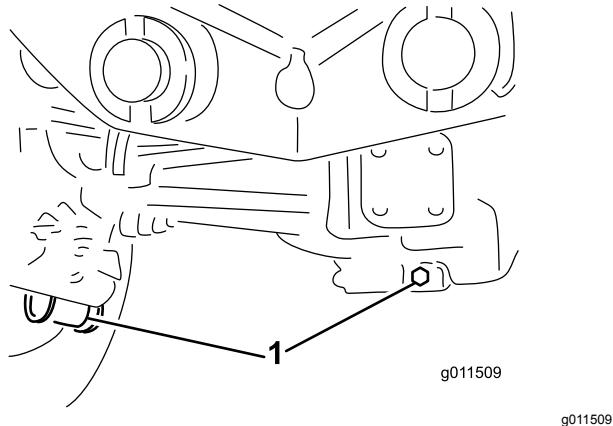

Figure 90
2. Nettoyez la surface autour des 3 bouchons de vidange, 1 à chaque extrémité et 1 au centre (Figure 90).